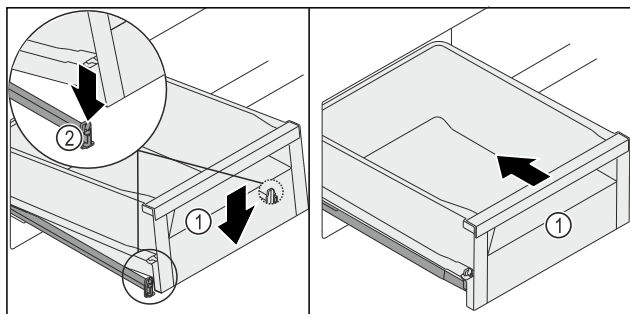

Fig. 153
- Spustite ladicu Fig. 153 (1) sprijeda tako da ladica lijevo i desno uklizne u stezaljku Fig. 153 (2).
- Ladica Fig. 153 (1) se čujno uglavljuje.
- Ugurajte ladicu Fig. 153 (1).